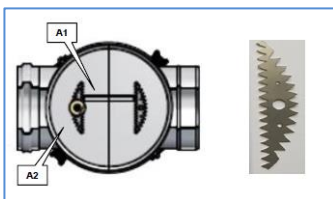

Abb.3
Das Abgas strömt in der ersten Stufe durch den Abgaseintritt (1) in die 1. Ionisationskammer (2), in der sich der Glasisolator (11), der flexible Isolator (12) und die Hochspannungswelle (3) befinden. Durch die Umlenkung und die Querschnittserweiterung werden erste Grobstaubpartikel abgeschieden. Im Bereich der 1. quer zur Strömungsrichtung eingebauten kreissegmentförmigen Sägezahn-Sprühelektrode (4) (Abb. 3) wird ein elektrisches Feld erzeugt. Bei ausreichend hoher Spannung werden an jeder Spitze der Sprühelektrode Korona-Entladungen ausgelöst. Die Elektronen ionisieren die Gasmoleküle. Die entstehenden Gasionen laden die Feinstaubpartikel auf. Die geladenen Partikel und Agglomerate wandern in Richtung des vertikal eingebauten Trennblechs (9) und der runden Wandung des Aschekastens (5), die als Niederschlagselektrode dienen, und werden dort abgeschieden.
In der 3. Stufe werden die im Abgas verbliebenen – noch nicht abgeschiedenen - Partikel in der 2. Ionisationskammer (8) an der 2. kreissegmentförmigen quer zur Strömungsrichtung angebrachten Sprühelektrode (7) (Abb. 3) durch die Korona-Entladung aufgeladen, agglomerieren und abgeschieden. Das in 3 Stufen gereinigte Abgas verlässt den Partikelabscheider durch den Abgasaustritt (10).